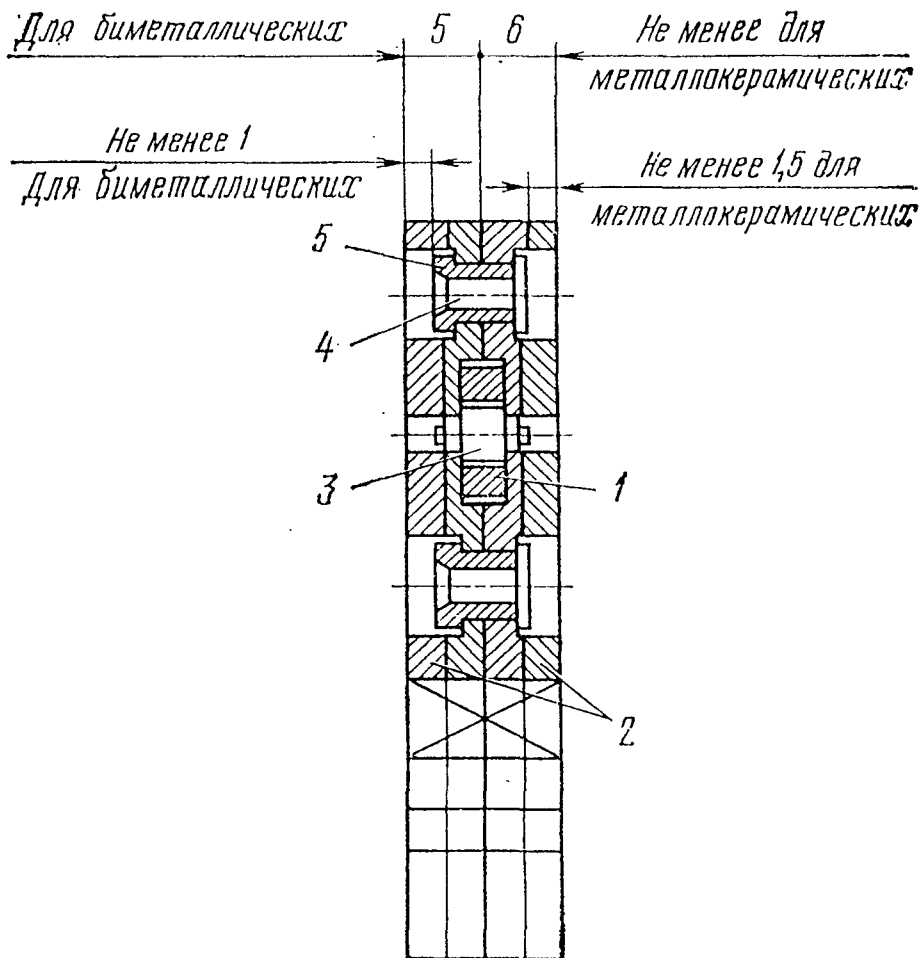

Рис. 5.9. Крепление секторов биметаллических и металлокерамических дисков:
3. Осмотрите сектора 2 (рис. 5.9), кольца 1, сухари 3, валики 4 и втулки 5 биметаллических дисков КТ 94-250 и убедитесь в отсутствии повреждений и износа.